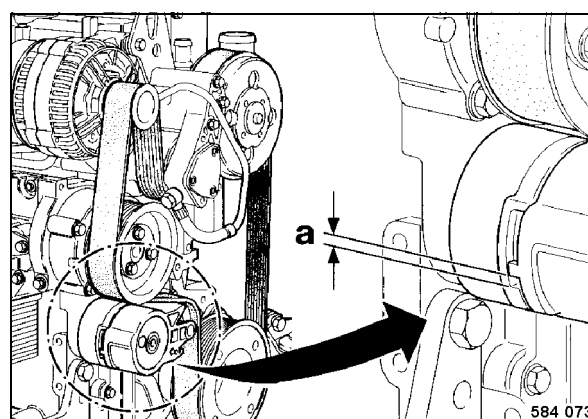

Fig. 161
- Comprobar la distancia entre el talón del brazo tensor móvil y la caja tensora estacionaria (Fig. 161).